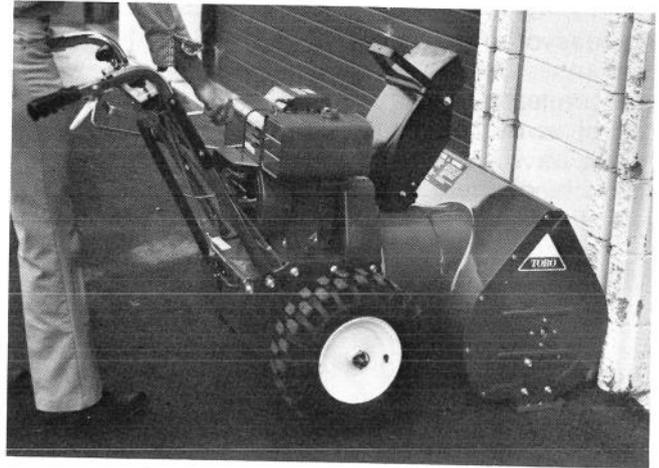

Figure 15
2. Mettez le moteur en marche, embrayez les roues et placez le levier à n'importe quelle vitesse avant. Faites avancer lentement la machine contre un objet solide (un mur ou un poteau) (Fig. 15). Ramenez le levier de vitesse au point mort (N); les roues devraient alors cesser de propulser. Sinon, tournez la clé d'allumage à "Off". Tournez le support en U vers le haut d'un demi-tour. Répétez au besoin.